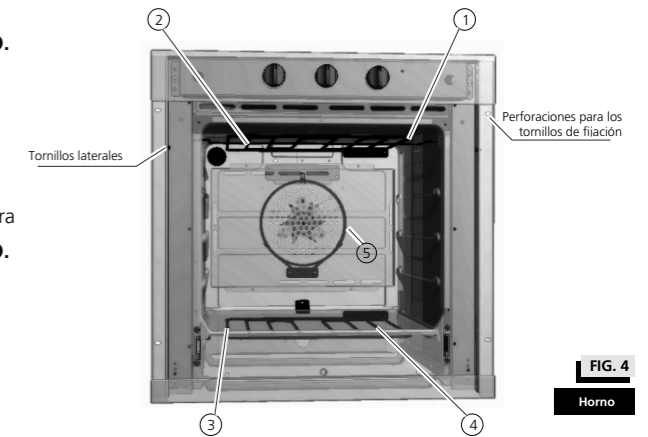

FIG. 4
- Una vez en posición, abra la puerta, quite los cuatro tornillos laterales de los listones vista, dos por lado. Fije el horno por medio de los cuatro tornillos provistos con el mismo. Estos se ubican en las perforaciones que aparecen en los laterales de los listones del horno, dos por lado, como se indica en la fig.4. Asegúrese que el equipo quede fijo y estable para evitar accidentes durante su uso normal.